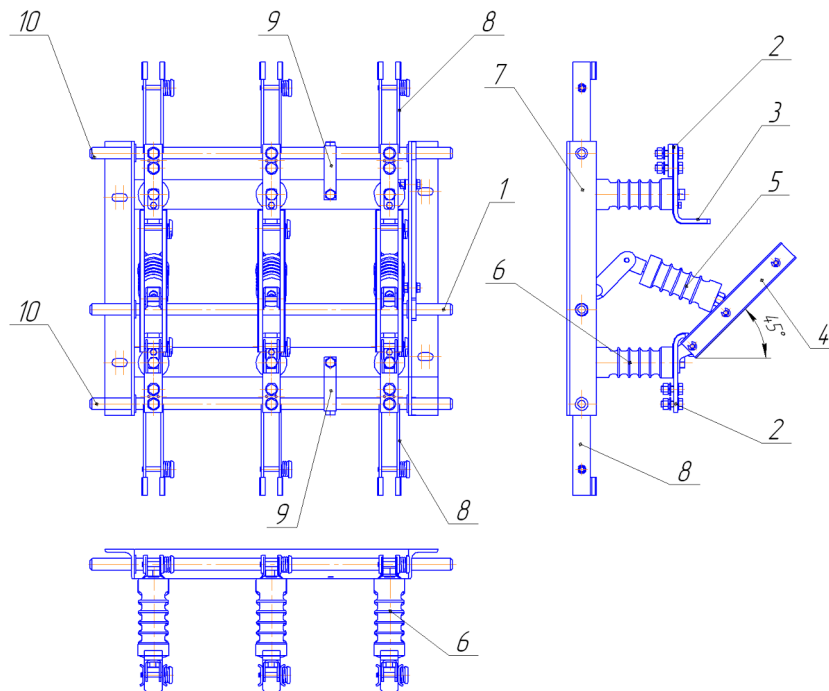

Рис. 8. Разъединители РВЗ - 10/630(1000)-III
7.4. Конструкция разъединителей РВЗ (рис.8) позволяет заземлять основной токоведущий контур (при его отключении) со стороны снятого напряжения - для безопасности работ на отключенном участке. У разъединителей с заземляющими ножами для предотвращения ошибочных операций предусмотрена механическая блокировка между валом контактных ножей и валом заземляющих ножей: при включенных контактных ножах невозможно включение заземляющих и наоборот.